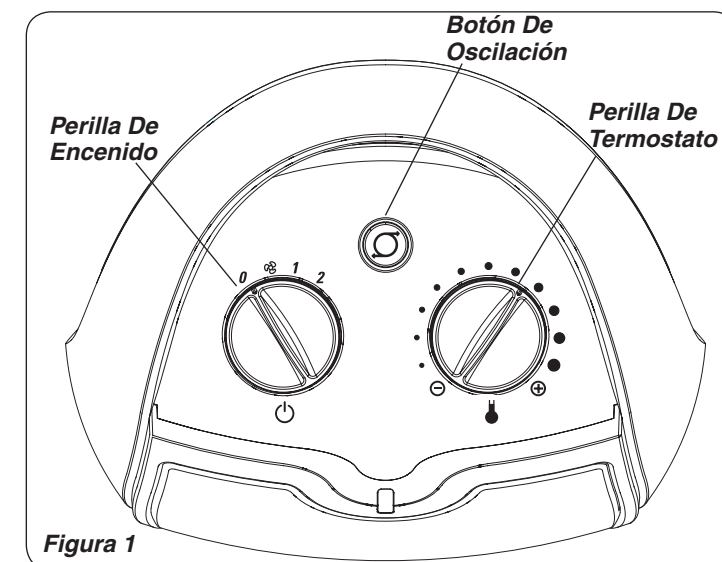

Figura 1
**SAVE THESE INSTRUCTIONS****MODELO 5429****FUNCIONAMIENTO (Figura 1)**
- Cerciórese de que la **Perilla de Encendido** del Calefactor esté en la posición de **APAGADO** (0) antes de enchufarlo a un tomacorriente.